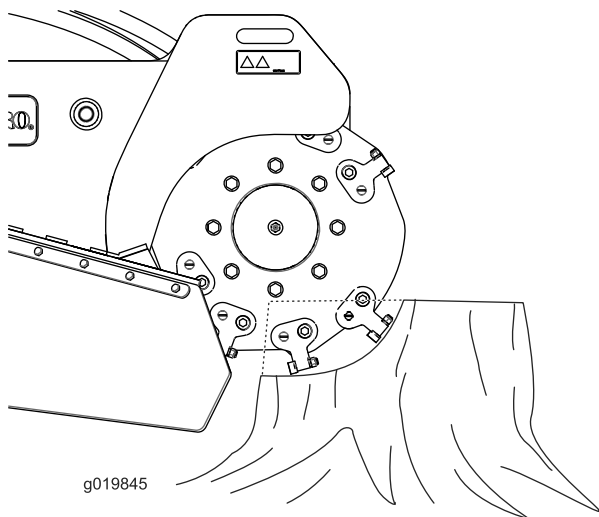

Bild 21
4. Pendeln Sie die Fräse langsam mit dem Fräsensteuerhebel über die Oberfläche des Baumstumpfs und schneiden Sie Splitter ab (Bild 21).
- Schneiden Sie die Kanten des Baumstumpfs für besseres Fräsen. Wenn die Schnittbreite fast ein Viertel des Raddurchmessers beträgt (Bild 21), heben Sie die Fräse an, bewegen sie vorwärts und schneiden Sie die Kante erneut.